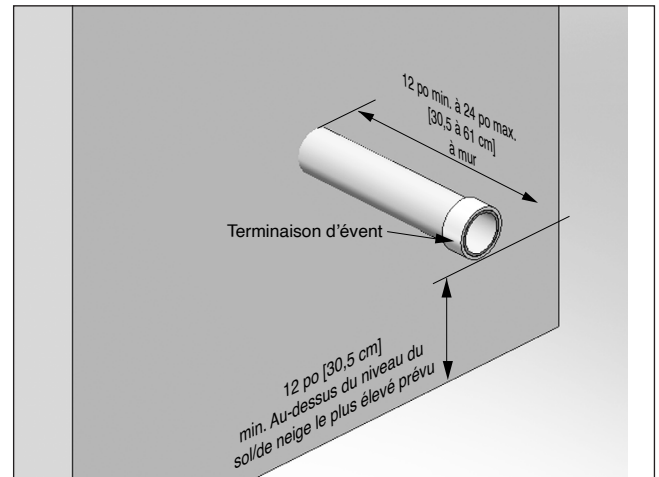

Fig. 18 - Catégorie - IV - Terminaison murale du tuyau d'évent
- À l'aide d'un raccord, comme l'illustre la *fig. 18*.
- Utiliser un raccord comme l'illustre la Fig. 18 en page 27.